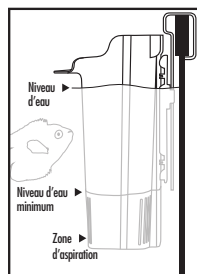
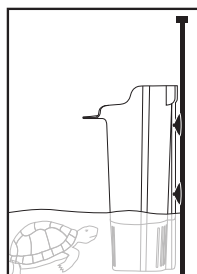

Fig. 4
Fig. 5
4. Pour le positionnement adéquat et les niveaux minimum et maximum d'eau, consultez le diagramme (Fig. 4). Pour ajuster la hauteur de votre filtre, faire glisser le filtre vers le haut ou vers le bas le long des rails du support. Si vous n'arrivez pas à positionner le filtre au niveau d'eau désiré, vous pouvez le placer au fond d'un aquarium sans sable ou commander des ventouses (voir la liste de pièces de rechange pour commander), puis l'installer tel qu'illustré dans la Fig. 5.